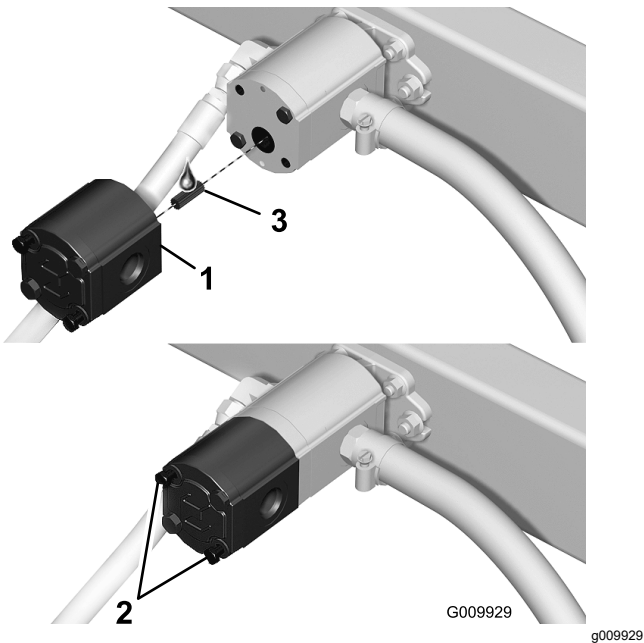

Bild 6
4. Montieren Sie die Hochfluspumpe mit den zwei langen Schrauben an der vorhandenen Pumpe (Bild 6).